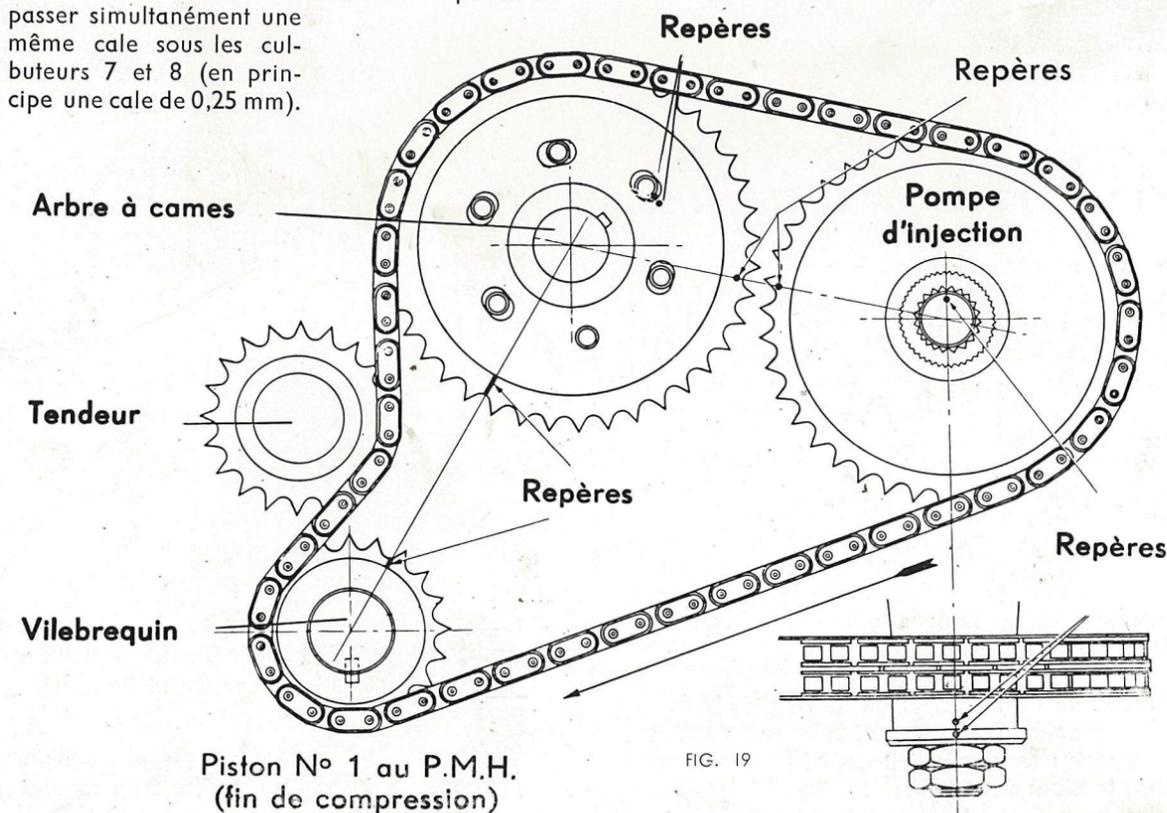

FIG. 19
6. Si l'on est amené à démonter séparément le pignon de l'arbre à cames et son moyeu de fixation, s'assurer avant démontage que les deux pièces soient repérées comme il est indiqué à la figure 19. Faute d'observer cette recommandation, il faudrait procéder au calage complet de la distribution. Dans le cas où l'on viendrait à monter une chaîne neuve, il serait également nécessaire de refaire complètement le calage.
Elle s'applique aux moteurs restés accouplés au tracteur. Elle présume que toute la distribution est repérée comme il est indiqué à la figure 19.
5. Tourner le vilebrequin pour amener le piston n° 1 au P.M.H. On obtient cette position en disposant la clavette du pignon d'entraînement au P.M.B., ce qui place le centre de la clavette et le centre de la dent opposée sur une même ligne verticale (voir fig. 19).
Les repères sur les trois pignons doivent être alignés comme il est indiqué à la figure 19.
et de la pompe d'injection par rapport à l'arbre à cames (voir fig. 19).